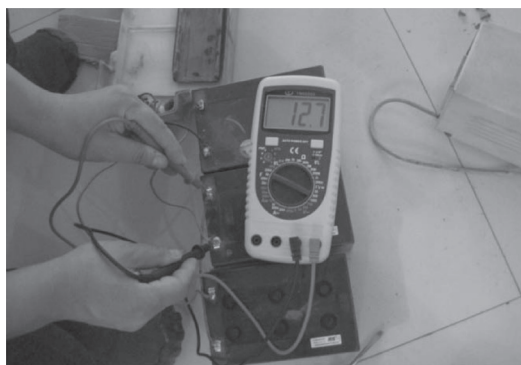

图 5-15 检测蓄电池单体电压差
2) 用万用表直流电压挡测量三块单体蓄电池的端电压基本平衡，如图 5-15 所示，误差为 0.25V（基本正常），表明该组蓄电池电量均衡，也不存在内部短路现象。